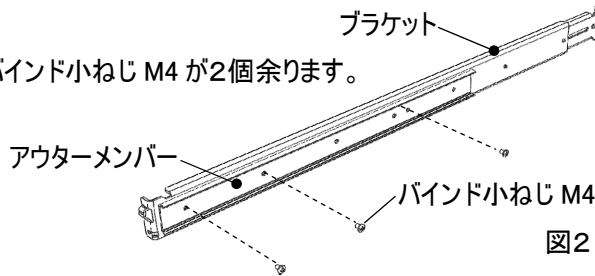

図1
① スライドレール
- ・ロックレバーを押し込んでロックを解除して、インナーメンバーをアウターメンバーから取外してください。(図1)